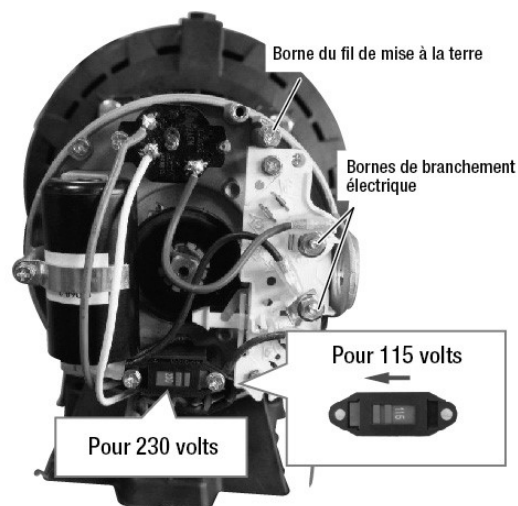

Figure 4
- Basculez l'interrupteur sur 115 Volt (Figure 4).
7. Brancher les conducteurs transporteurs de courant sur les bornes L1 et L2 qui se trouvent sous le carter du moteur. Lorsque l'on remplace le moteur, comparer le schéma de câblage de la plaque signalétique par rapport à la Figure 4. Si le diagramme de câblage du moteur ne correspond pas à la Figure 4, suivre le diagramme sur le moteur.
- IMPORTANT:** Les modèles monophasés fonctionnant sur le 115/230 volts sont expédiés de l'usine câblés pour fonctionner sur le 230 volts. Si le courant électrique est de 115 volts, déposer le carter du moteur et tourner le sélecteur sur le moteur tel qu'illustré à la Figure 4. Ne pas essayer de faire fonctionner un moteur comme il est reçu sur le courant de 115 volts.